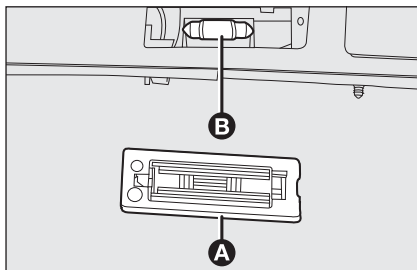

fig. 36
- ☐ saque la pantalla transparente **A-fig. 36** y la lámpara **B** del portalámpara;